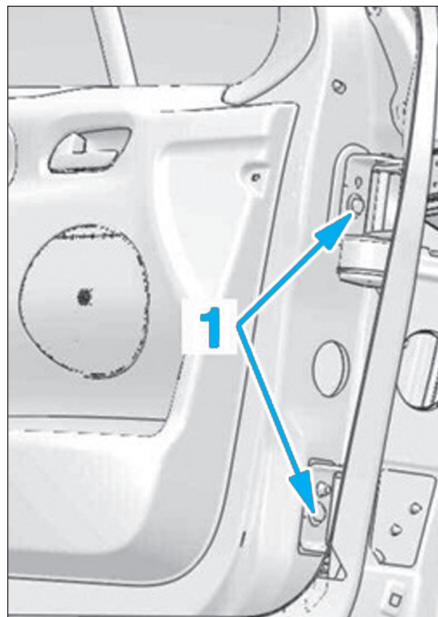

Fig. 59
- Placer un support sur la porte et déposer les vis de fixation (1) (Fig.59).